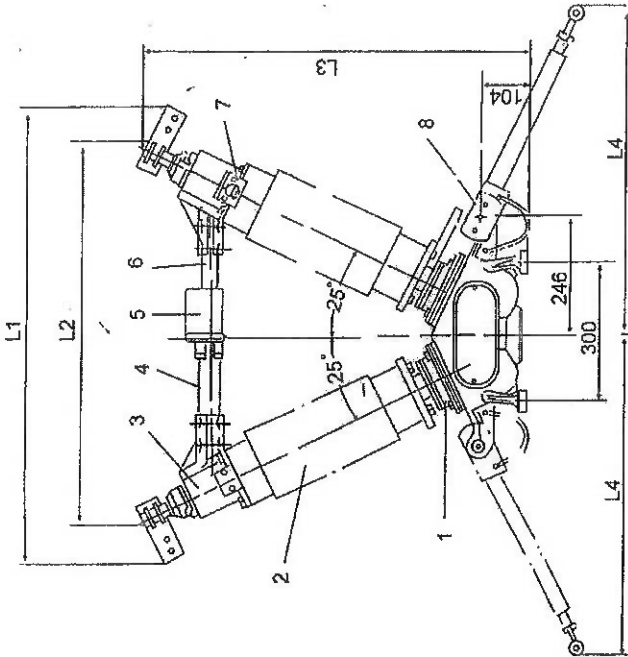

图1-1 GW5-60 G型单极隔离开关
1、隔离开关本体如图1-1所示。
建议用户按图1-1、图1-11及下述步骤进行安装调整